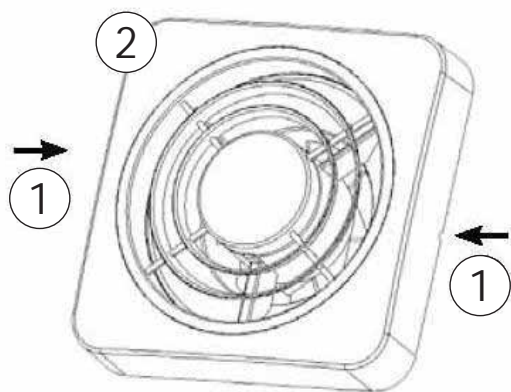

Рис. 8
1. Снимайте переднюю крышку (2) с держателя двигателя, нажимая на боковые отверстия (1), с помощью небольшой отвертки (рис. 8).